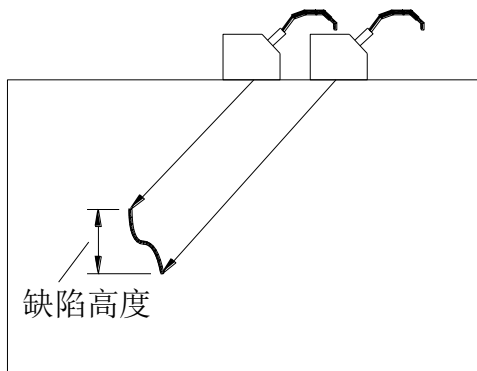

图 7.4
- 3、在试件上移动探头，如图 7.4，找到裂纹上端端点回波，单击【确认】键，根据屏幕下方提示用闸门套住端点 A 最大回波，单击【确认】键，此时“端点 A”子菜单显示上端点深度；